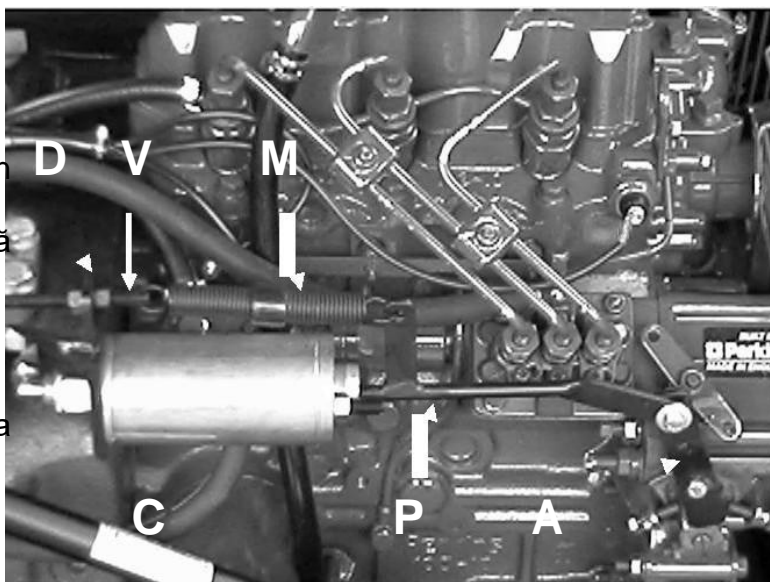

FIG.11
- 4) Asigurați-vă că motorul a fost complet accelerat, procedând după cum urmează, cu ajutorul fig.11: